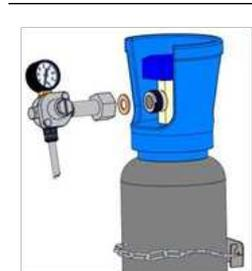

Figure 5
15. Raccorder le réducteur de pression au robinet de la bouteille avec le joint prévu (figure 5).